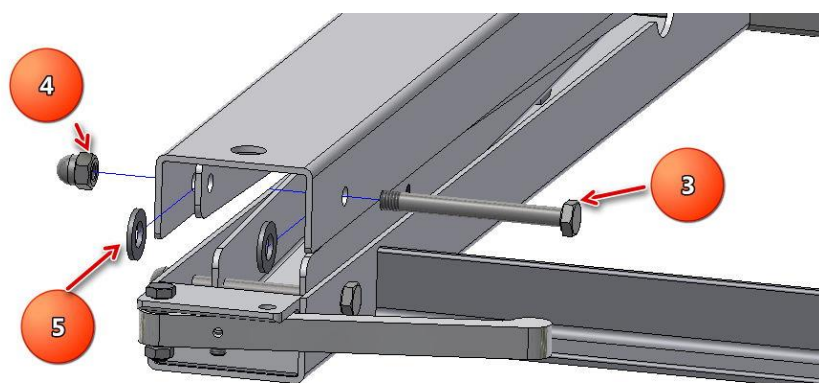

Рис.2
3. Окрутите колпачковую гайку М8 поз.4 и извлеките болт М8х55 поз.3 и шайбы поз.5, Рис.2. Выполнить операцию на обеих ножках настенной рамы.